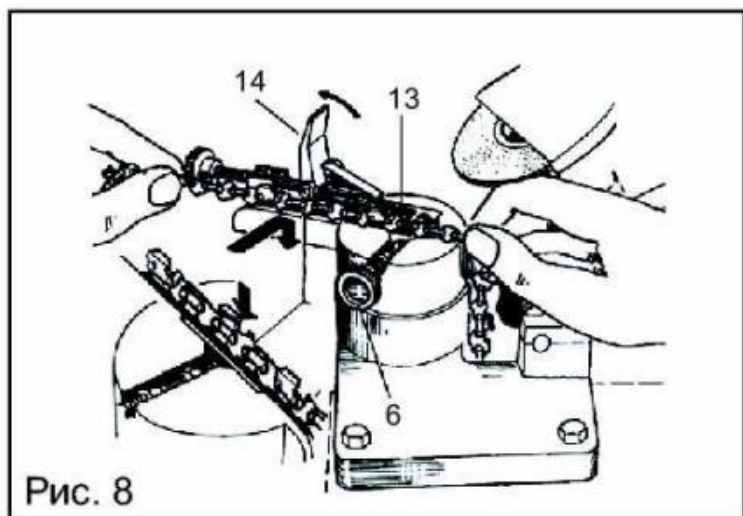

Рис. 8
ВНИМАНИЕ! Перед подключением электрического станка к питающей сети, убедитесь, что выключатель находится в положении «выкл.», чтобы избежать непроизвольного включения станка. Установите цепь направляющими звеньями в ручей (13), как показано на (Рис. 8), отведя установочный клин (14) в сторону и ослабив крепежный винт (6).